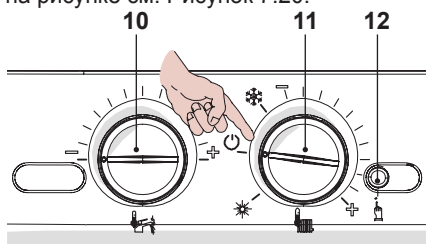

Рисунок 7.20
- Чтобы выйти из режима программирования, установите переключатель функций / регулятор температуры 11, как показано на рисунке см. Рисунок 7.20.